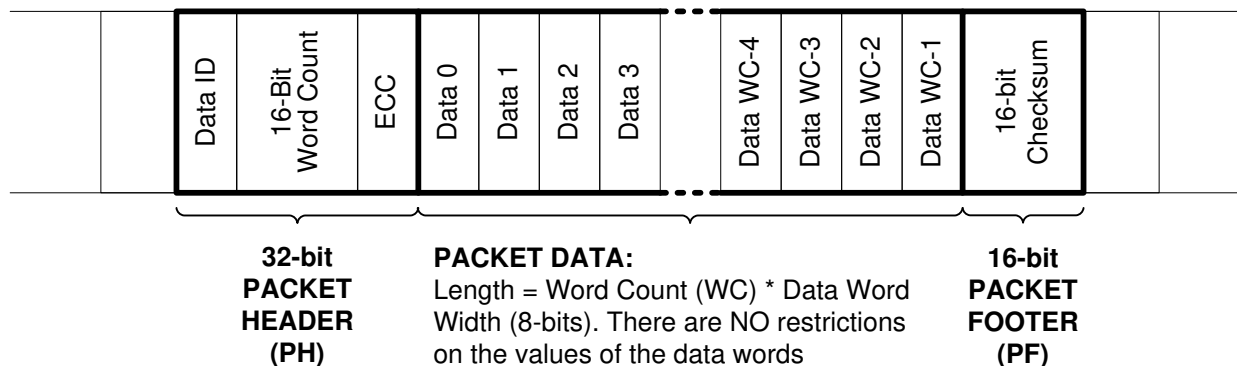

図 6-3. CSI-2 ロング パケットの構造
ロングパケットは、32 ビットのパケットヘッダー (PH)、ワード数可変 (8 ビットデータワード) のアプリケーション固有のデータペイロード、16 ビットのパケットフッター (PF) という 3 つの要素で構成されています。パケットヘッダはさらに、8 ビットのデータ識別子、16 ビットのワード数フィールド、8 ビットの ECC の 3 つの要素で構成されています。パケットフッターは、16 ビットチェックサムという 1 つの要素だけです。図 6-3 に、ロングパケットの構造を示します。